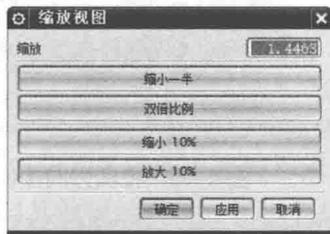

图 1-12 “缩放视图”对话框
② 利用“缩放视图”对话框。选择“视图”→“操作”→“缩放”菜单命令，打开如图1-12所示的“缩放视图”对话框，可以在“缩放”文本框中输入缩放比例，也可以通过单击4个按钮按一定的比例进行缩放。
③ 利用“视图”工具条中的“放大或缩小”按钮。单击该按钮后，按住鼠标左键并上下拖动，则模型以鼠标左键按下时的光标所在点为中心放大或缩小显示。
④ 直接用鼠标操作。前后滚动鼠标滚轮即可放大或缩小视图，该方法操作方便，用户常用。
(4) 旋转。